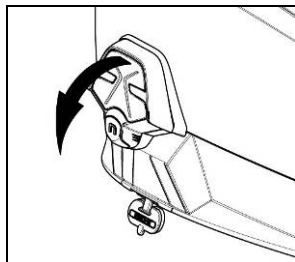

Fig. 10
- Rimuovere la luce ESS dalla calotta (Fig. 10).